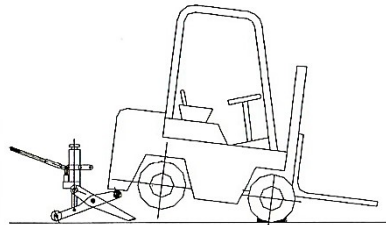

Рис.5
3. Если поднимаете с передней или задней части погрузчика, расположите домкрат по центру. Всегда блокируйте колеса на противоположной стороне погрузчика (см. рисунок 5). При подъеме трехколесных погрузчиков НИКОГДА не поднимайте часть с двумя колесами.